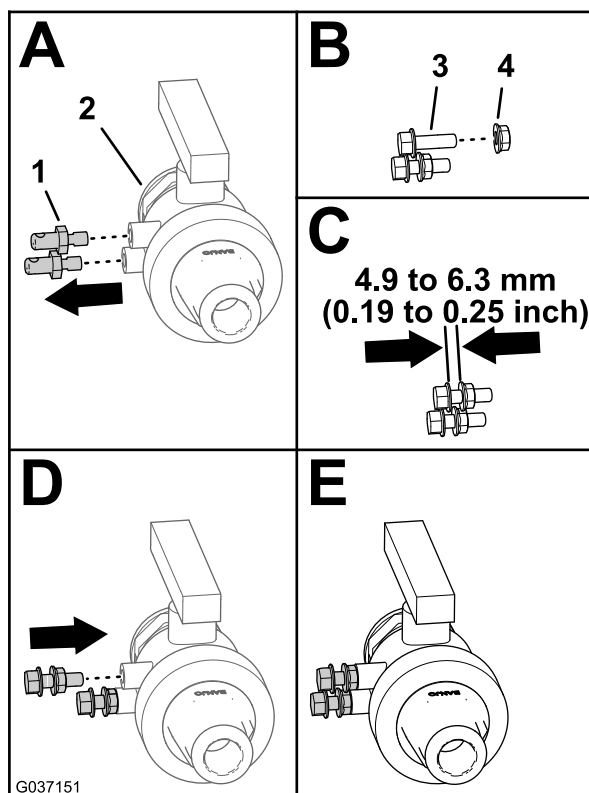

Рисунок 15
1. Снимите 2 монтажных штифта со сливного клапана (вид А на Рисунок 15).
2. Наверните 2 фланцевые контргайки (5/16 дюйма) на 2 болта с фланцевыми головками (5/16 x 1 дюйм), как показано на рисунке (виды В и С на Рисунок 15).
3. Установите фланцевые контргайки и болты с фланцевыми головками на сливной клапан и затяните их ключом (виды D и E на Рисунок 15).